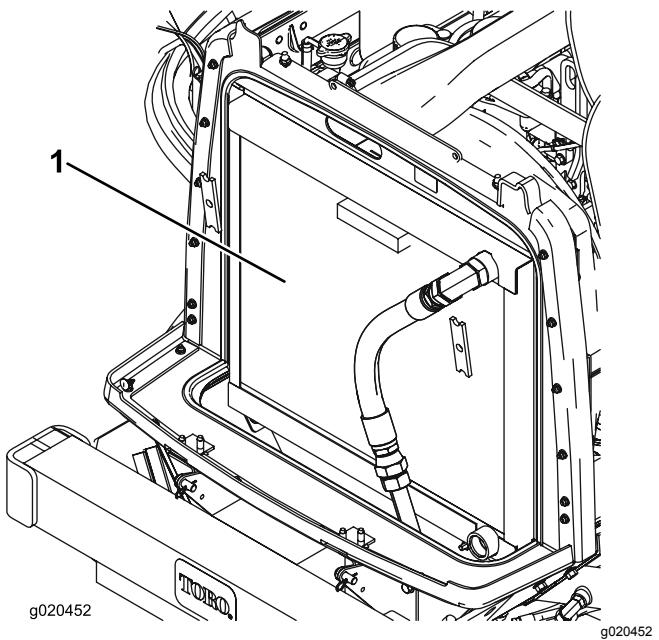

Figura 93
2. Limpie a fondo ambos lados de la zona del radiador/enfriador de aceite (Figura 93) con aire comprimido. Empezando en la parte del ventilador, sopla los residuos hacia la parte trasera. Luego, limpíe desde atrás, soplando los residuos hacia adelante. Repita este procedimiento varias veces hasta eliminar todos los residuos.